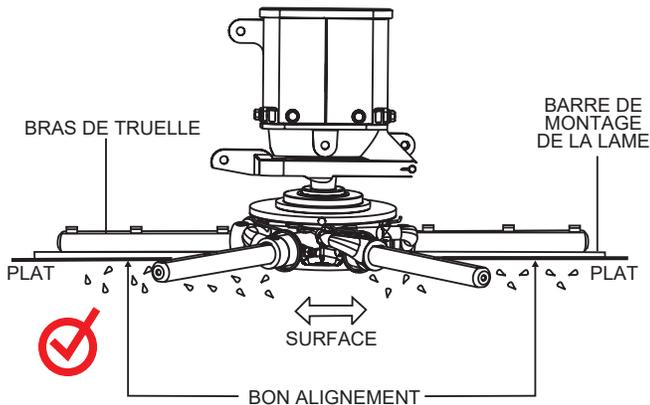

Figure 48. Alignement correct de la plaque d'araignée
2. Lancez les lames aussi à plat que possible. Les boulons de réglage ne doivent pas entrer en contact avec la plaque d'usure inférieure de l'araignée. Si l'on n'établit pas le contact (Figure 48), un ajustement sera nécessaire.